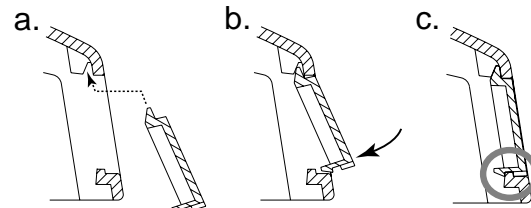

fig.10
8. After repositioning the grip on the front hard disk, return the front panel cover to its original position. (See fig.10)
8. ハードディスク前面の取っ手を収めた後、フロント・パネルのカバーを元通りに取り付けます。(fig.10 参照)